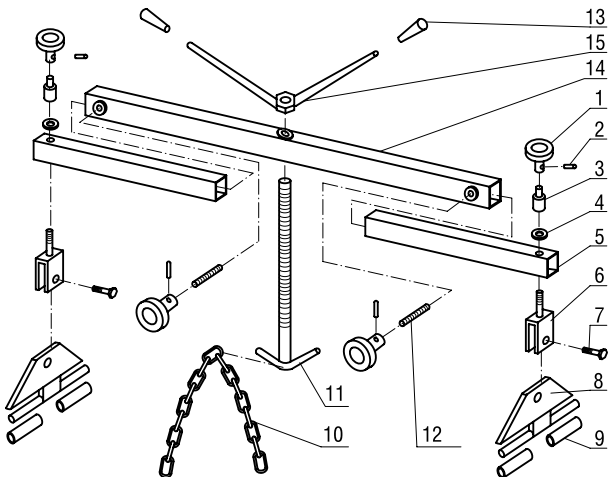

Рисунок 1 – Деталировка 8.93
1. Перед началом работы внимательно изучите инструкцию по эксплуатации. Сборку изделия осуществляйте согласно схемам на рис. 1 и 2 (см. стр. 6–7), смонтировав на центральную балку опоры и подъёмные винты.